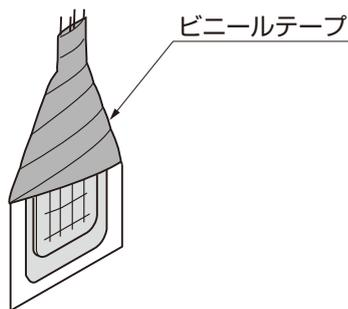

図3-9
- ⑥レジン袋の上端をビニールテープで巻いて樹脂が硬化するまで動かさないようにしてください。（図3-9参照）